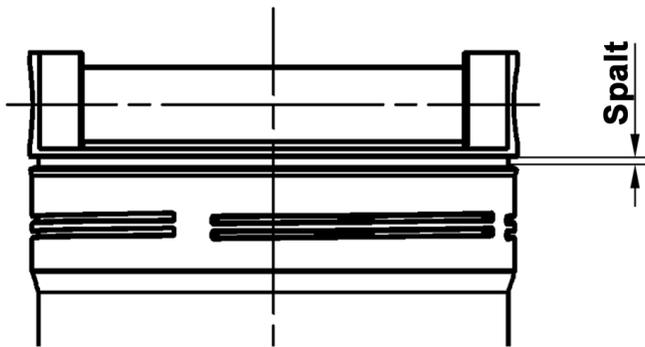

Abbildung 3: Spalt am Filterdeckel
- › Drehen Sie den Deckel von Hand bis zum Anschlag ein; ein Spalt zwischen Deckel und Gehäuse bleibt evtl. sichtbar (siehe Abbildung 3).